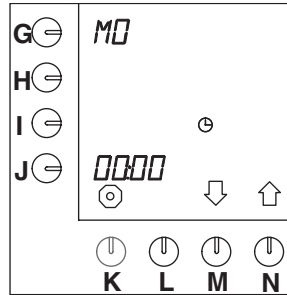

Fig. 42 Aktuell dag och tid
- Tryck på valtangenten (N.)↑ tills fig. 42 (Aktuell dag och tid) visas på displayen.
- Timinställningen bredvid programmeringstangenten börjar blinka (fig. 42).